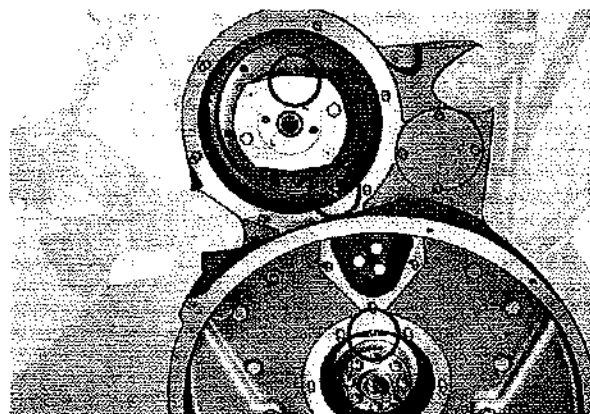

Fig. 80
- Controllare che i riferimenti fra albero motore, albero a camme ed ingranaggio comando iniezione, corrispondano (Fig. 80).